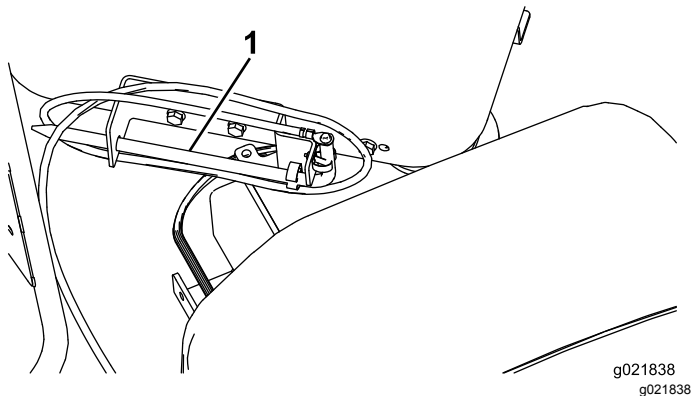

Figura 34
8. Guarde la pica de tierra en el soporte de la plataforma del operador, según se muestra en Figura 34.